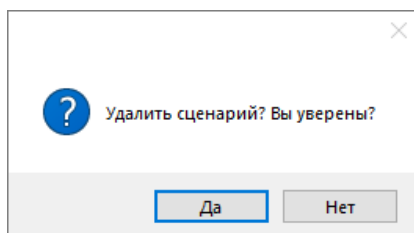

Рисунок 6-689 Диалоговое окно подтверждения удаления сценариев
- 3) в открывшемся диалоговом окне подтверждения удаления сценариев (см. Рисунок 6-689) нажмите кнопку «Да», чтобы удалить выбранные сценарии из списка (либо нажмите кнопку «Нет», чтобы отказаться от удаления сценариев).